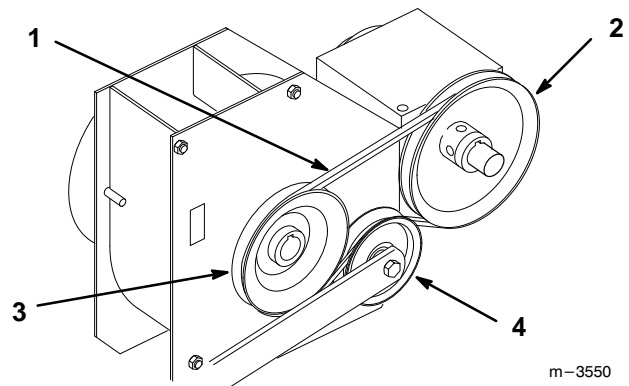

Abbildung 50
2. Die federbelastete Führungsrolle hinter dem PTO-Getriebe nach oben drücken, um den Druck vom Gebläseriemen zu nehmen (Abb. 50). In den Rahmenschlitz sehen, siehe Abb. 6.
4. Den neuen Gebläseriemen an den Riemenscheiben von PTO-Getriebe und Gebläse anbringen. Dann die Führungsrolle nach oben drücken und den Riemen über die Führungsrolle legen (Abb. 50).
5. Kontrollieren, ob der Riemen auf PTO-Riemenscheibe, Gebläse-Riemenscheibe und Führungsrolle in einer Linie liegt (Abb. 50).